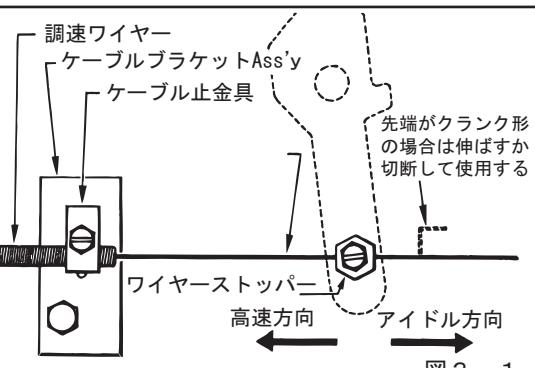

図 3-1
(1)調速ワイヤーをケーブルブラケット Ass'y に通します。(図 3-1)
(2)調速ワイヤーのアウターケーシングをケーブル止め金具によりブラケットに固定します。固定位置は、アウターケーシングが止金具より 2~3mm 出る位置でボルトを締めてください。(図 3-1)
- (4) エンジンのスピードコントロールをアイドル方向いっぱいに押しながら、インナーワイヤーをワイヤーストッパーに固定します。(図 3-1)
- (5) ハンドル手元の調速レバーを操作して各部の動きを確認してください。特に、レバー操作によりスピードコントロールが最高速度位置およびアイドル位置になるかどうか、また、インナーワイヤーに過度の曲がりがないかを確認し、必要な再調整してください。
- (6) 調速レバーをもどしても、アイドル回転にもどらない場合は、図 3-1 に示すケーブル止金具をゆるめた上、調速ワイヤーをアイドル方向へわずかに押しながら再度ケーブル止金具を固定してください。調速ワイヤーがバネの働きをするため、もどりがより確実になります。